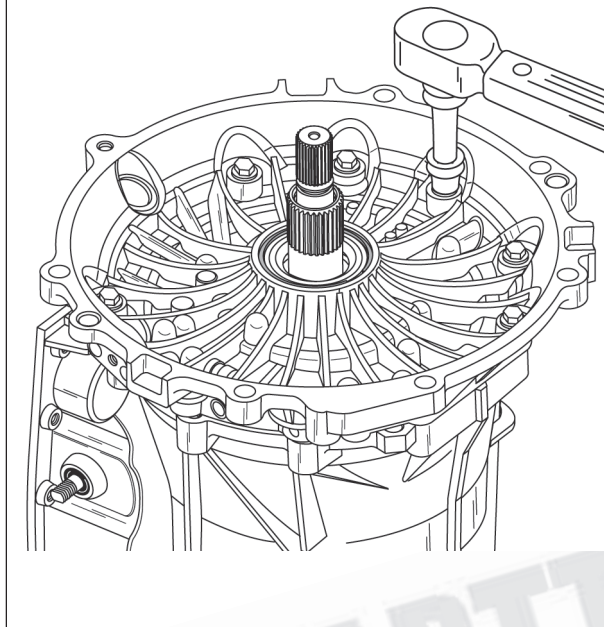

Figura 168
33. Aperte todos os nove parafusos de fixação da carcaça do conversor com um torque de 72 Nm, conforme mostra a figura 168, utilizando um padrão de aperto cruzado lado a lado.